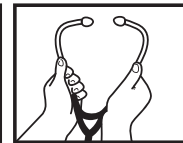

Fig. 3
3. Para reducir la tensión del resorte del arco binaural, agarra cada tubo en su curva y tira suavemente hacia afuera como se muestra en la Fig. 3.